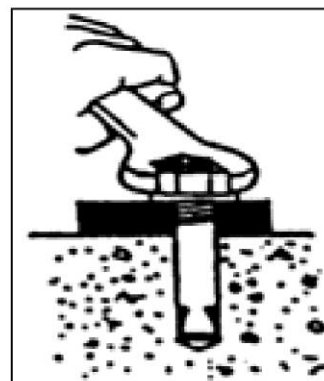

Fig. 31
- Strângeți ancorele la cuplul specificat de producător (**Fig. 31**).